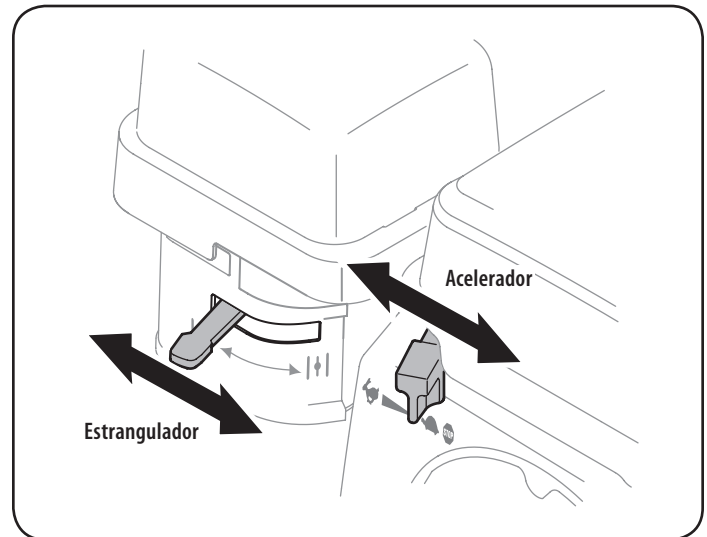

Figura 13
4. Mover la palanca del estrangulador en el motor se estrangulador posición. (Un motor caliente puede no requerir de asfixia.) Véase el Figura 13.
5. Mueva el control del acelerador a la posición de rapido . Vea la Figura 13.